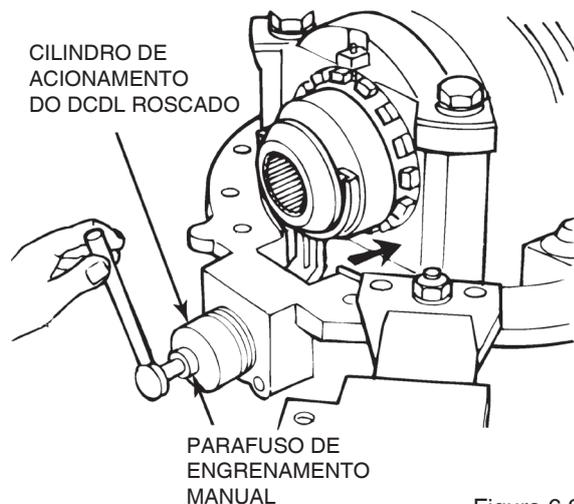

Figura 6.22
10. Engrene o entalhado do anel de travamento com entalhado da caixa dos satélites. Insira o parafuso de engrenamento manual pelo topo do cilindro de acionamento do mecanismo para mover o anel de engrenamento em direção a caixa dos satélites. Gire o anel de engrenamento conforme necessário para alinhar os entalhes. Figura 6.22.